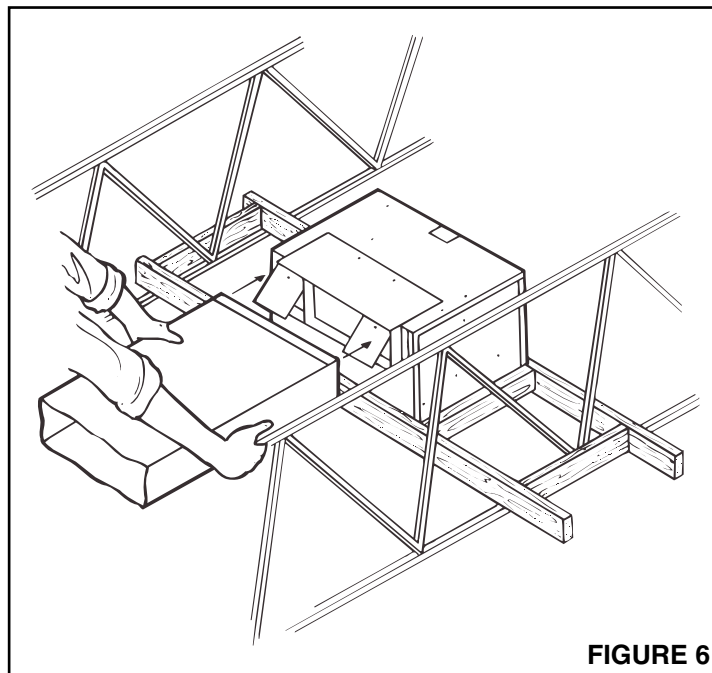

FIGURE 6
1. Voir Figure 6. Raccorder le registre à l'évacuation.